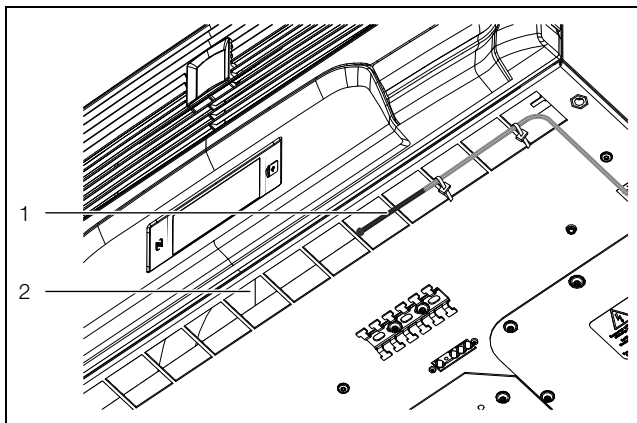

Imagen 20: Sensor térmico delante de la salida de aire frío
- Sitúe el sensor térmico en el centro de la salida de aire frío del refrigerador (imagen 20).